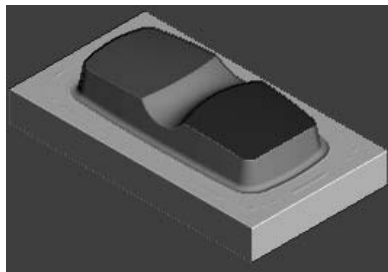

图 5-60 仿真加工结果
2) 在“仿真”工具栏的“当前刀具路径”下拉列表中选择要模拟的刀具路径 finish4，然后单击“执行”按钮，系统开始自动仿真加工，仿真加工结果如图 5-60 所示。